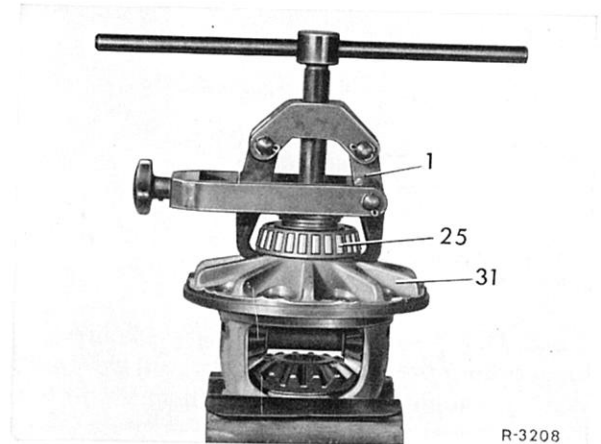

Bild 35-2/2
- 2 Spannstift (28) für den Ausgleichbolzen (36) mit einem passenden Dorn aus dem Ausgleichgetriebegehäuse ausschlagen (Bild 35-2/1).